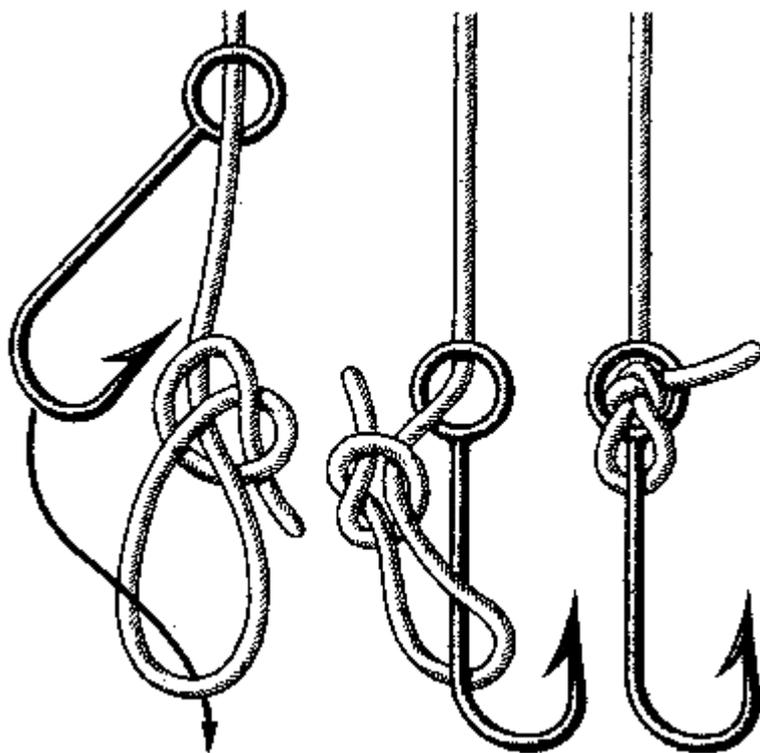

Рис. 123. Черепаший узел
**Черепаший узел** (рис. 123). Почему его так называли, казать трудно. Ведь морских черепах